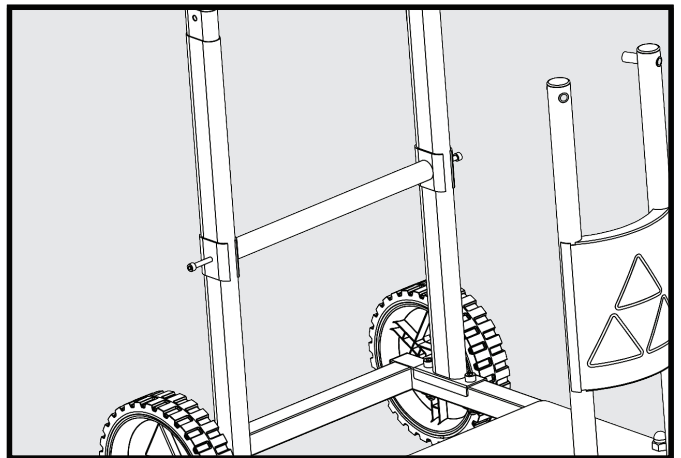

FIGURE 5
3. Insérer une vis à tête creuse hex M6 (26) dans le trou du support arrière de la base et la visser dans le support transversal (Fig5).